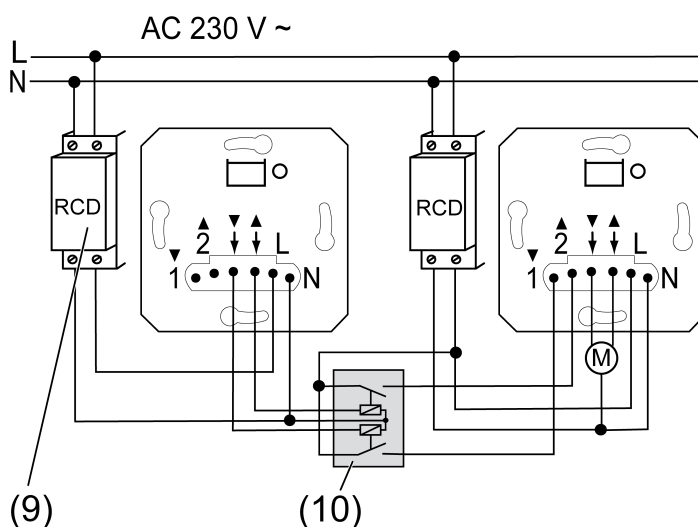

Bild 4: Anslutningsexempel två RCD-kretsar
- Anslut enheterna enligt anslutningsexemplet (bild 4).